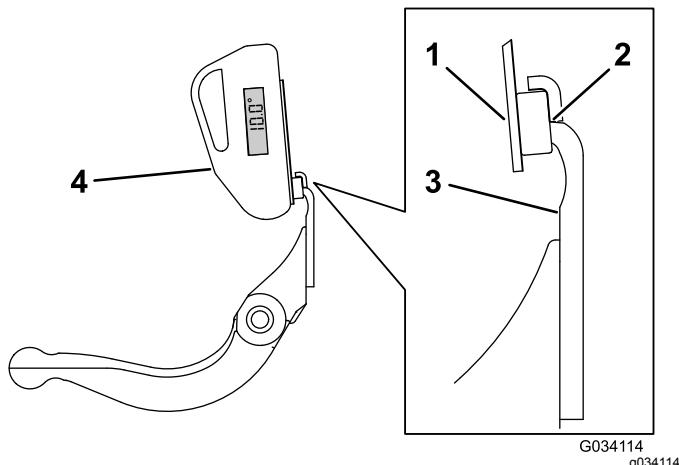

**Рисунок 21**
- Установите индикатор угла на нижней стороне неподвижного ножа, как показано на Рисунок 21.